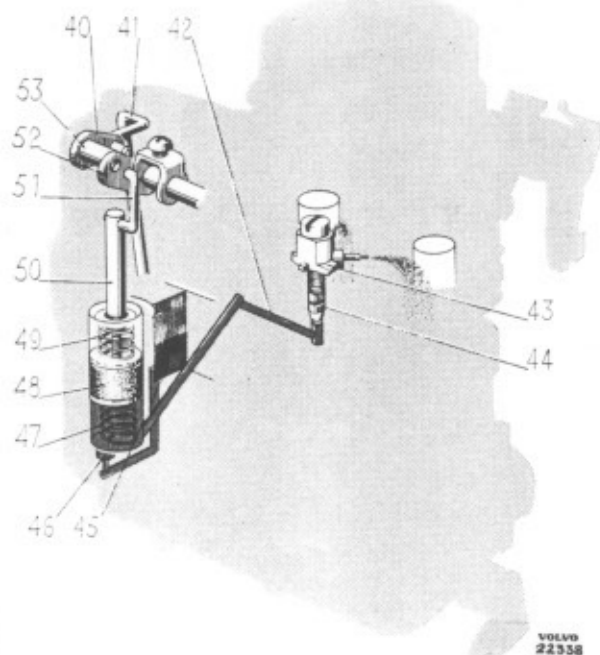

Bild 1-16. Accelerationspump
Rörelsen från spjällaxeln överföres genom hävare och stänger, till pumpstången (50 bild 1-16). Ovanför pumpkolven (48) finns en fjäder (49) som ger en viss tryckutjämning och förlängning av bränsleinsprutningen genom det med två spetsar försedda accelerationsmunstycket (43).